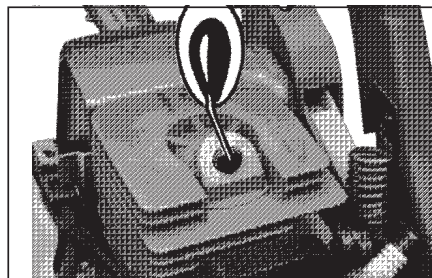

Рис. 19
5. Залейте 1 чайную ложку чистого масла для двухтактных двигателей в камеру сгорания. Потяните медленно веревку стартера, чтобы покрыть маслом внутренние поверхности цилиндра. Установите свечу зажигания. (Рис. 19)